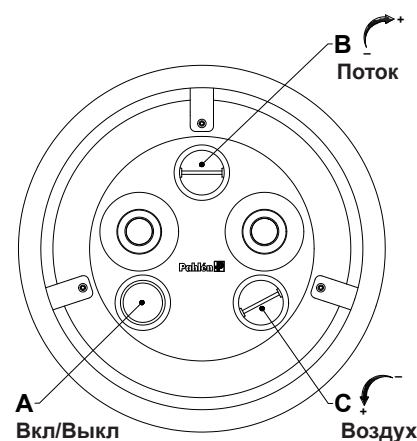

Рис.1.
8. Проверьте, что направление вращения электромотора совпадает с направлением вращения указанным на корпусе насоса. Откройте вентили. Полностью заполните насос водой перед запуском при помощи стартовой кнопки (А рис.1) на панели из нержавеющей стали.
9. Мощность потока может регулироваться при помощи ручки (В рис. 1), расположенной над соплами. Струю со смешиванием воздуха можно получить, вращая ручку (С рис.1), расположенную под соплами.
9. Мощность потока может регулироваться при помощи ручки (В рис.1), расположенной над соплами. Струю со смешиванием воздуха можно получить, вращая ручку (С рис.1), расположенную под соплами.
Проверить перед запуском, открыты ли все впускные и выпускные вентили. Jet Swim-насос запускается и останавливается при помощи воздушного импульса с использованием стартовой кнопки (А), панель из нерж.стали, см. рис. 1. Мощность потока может регулироваться при помощи ручки (В), см. рис. 1. Струю со смешиванием воздуха можно получить, вращая ручку (С), расположенную под соплами, см. рис. 1.